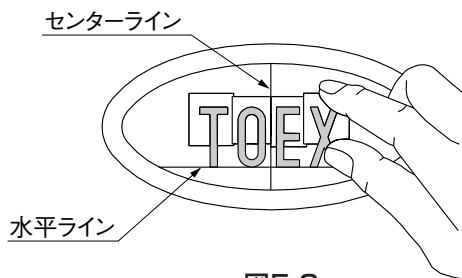

図5-3
- ③ 水平ラインと文字の位置を合わせ、文字をセンターラインから左右等間隔になるように仮貼りしてください。(図5-3参照)